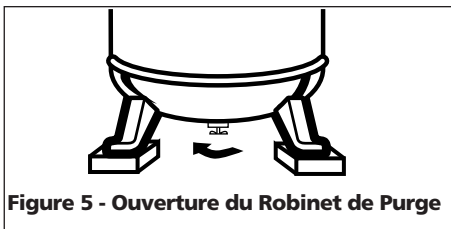

Figure 5 - Ouverture du Robinet de Purge
1. Ouvrir le robinet de purge et faire fonctionner le compresseur pour 60 minutes (Voir la Figure 5).
Purger le réservoir (Voir la Figure 5)	●